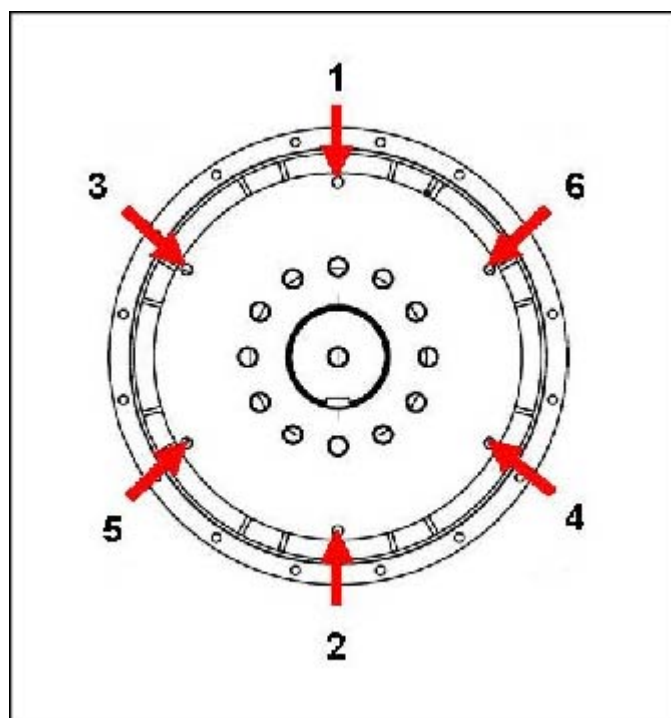

図 21. フライホイールへの固定手順
10. 表示の順番で、ボルトを締め付けて、カップリング ディスクをフライホイールに固定します。 図 21 ページ 38